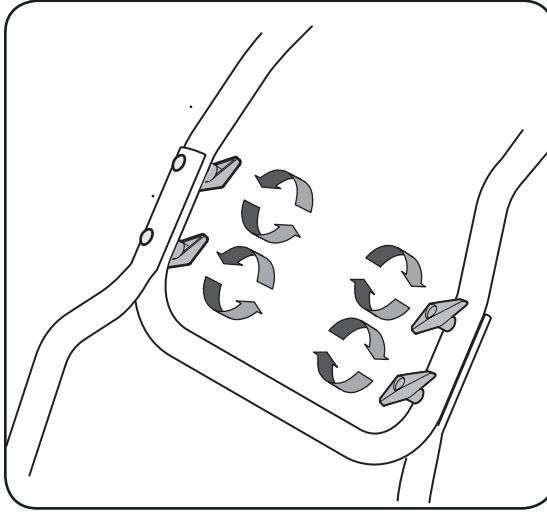

Figure 3-2
- Enlevez les boutons et les boulons ordinaires intérieurs de chaque côté du guidon supérieur. Voir la Figure 3-2.